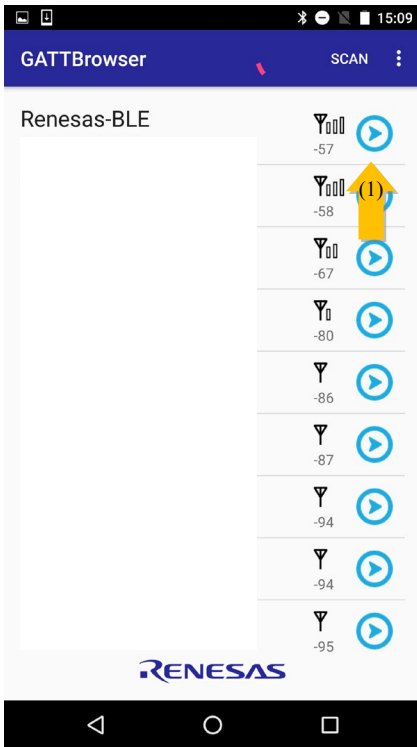

図 A1
2. デバイスの検索結果から、Renesas-BLE と表示されたデバイスと接続を開始します。（図 A1 の矢印 1）